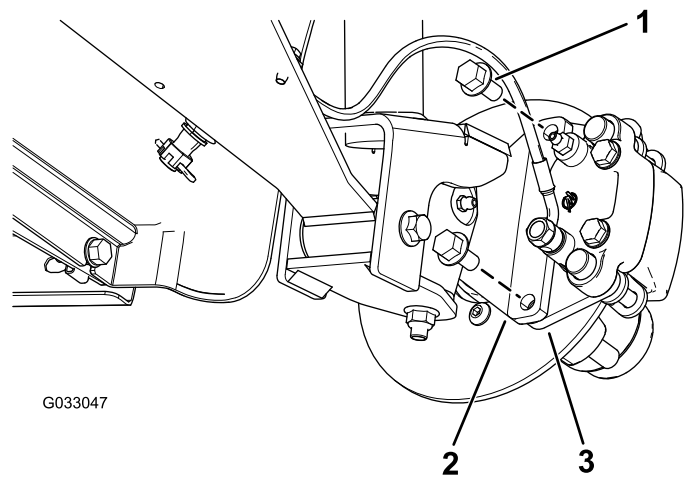

Figura 26
3. Retire os parafusos de cabeça flangeada ( $\frac{3}{8} \times \frac{3}{4}$  pol.) que prendem o suporte para o conjunto dos travões ao eixo e afaste o travão do eixo (Figura 26).
2. Alinhe as pastilhas dos travões com cada lado do rotor (Figura 26) e os orifícios no suporte da pinça com os orifícios na montagem dos travões da estrutura do eixo (Figura 30).
3. Prenda o suporte da pinça à estrutura do eixo (Figura 26) utilizando os dois parafusos de cabeça flangeada ( $\frac{3}{8} \times \frac{3}{4}$  pol.)